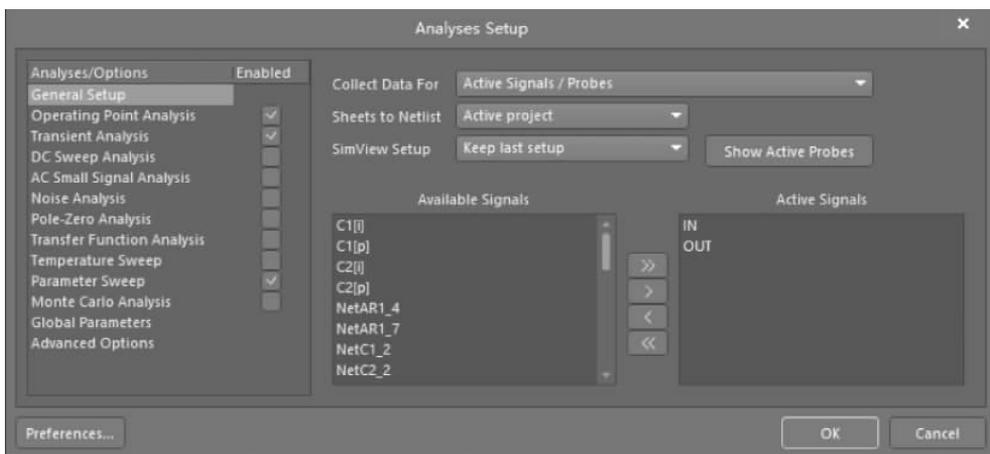

图 3-45 设置仿真参数界面 1
- (1) 在 AD 主界面主菜单下选择 Design→Simulate→Mixed Sim。
- (2) 打开如图 3-45 所示的 Analyses Setup(分析设置)界面。按下面参数设置：